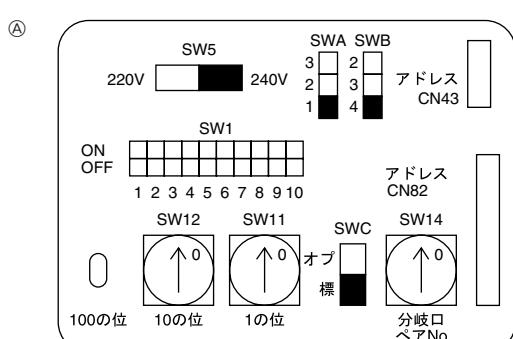

Fig. 4-4
4.3. Ρύθμιση διευθύνσεων (Fig. 4-4)